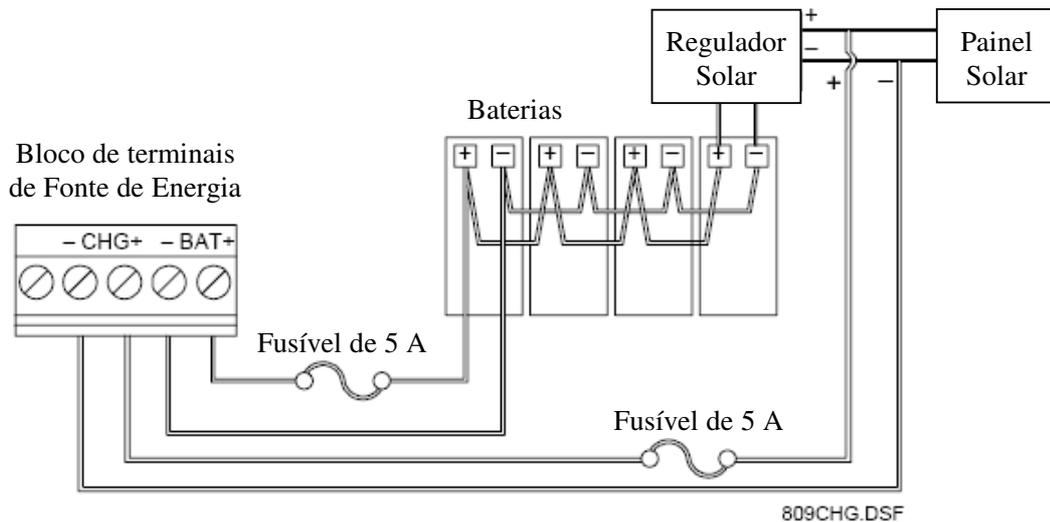

Figura 3-6. Fonte de Energia de 12 Volts DC e Terminais CHG+ / CHG -.
8. Se estiver monitorando uma carga voltagem externa (somente o Módulo de Entrada de Energia de 12 Volts DC), conecte os cabos nos terminais CHG+ e CHG-. Conforme mostra a Figura 3-6.
Conecte as baterias em paralelo para atingir a capacidade requerida. Conforme mostra a Figura 3-6. A capacidade de energia requerida para uma instalação particular depende da energia requerida do equipamento e dos dias de autonomia desejados. Calcule a capacidade requerida da bateria baseado no consumo de energia da unidade ROC Série 800 e todos os dispositivos alimentados pelas baterias.